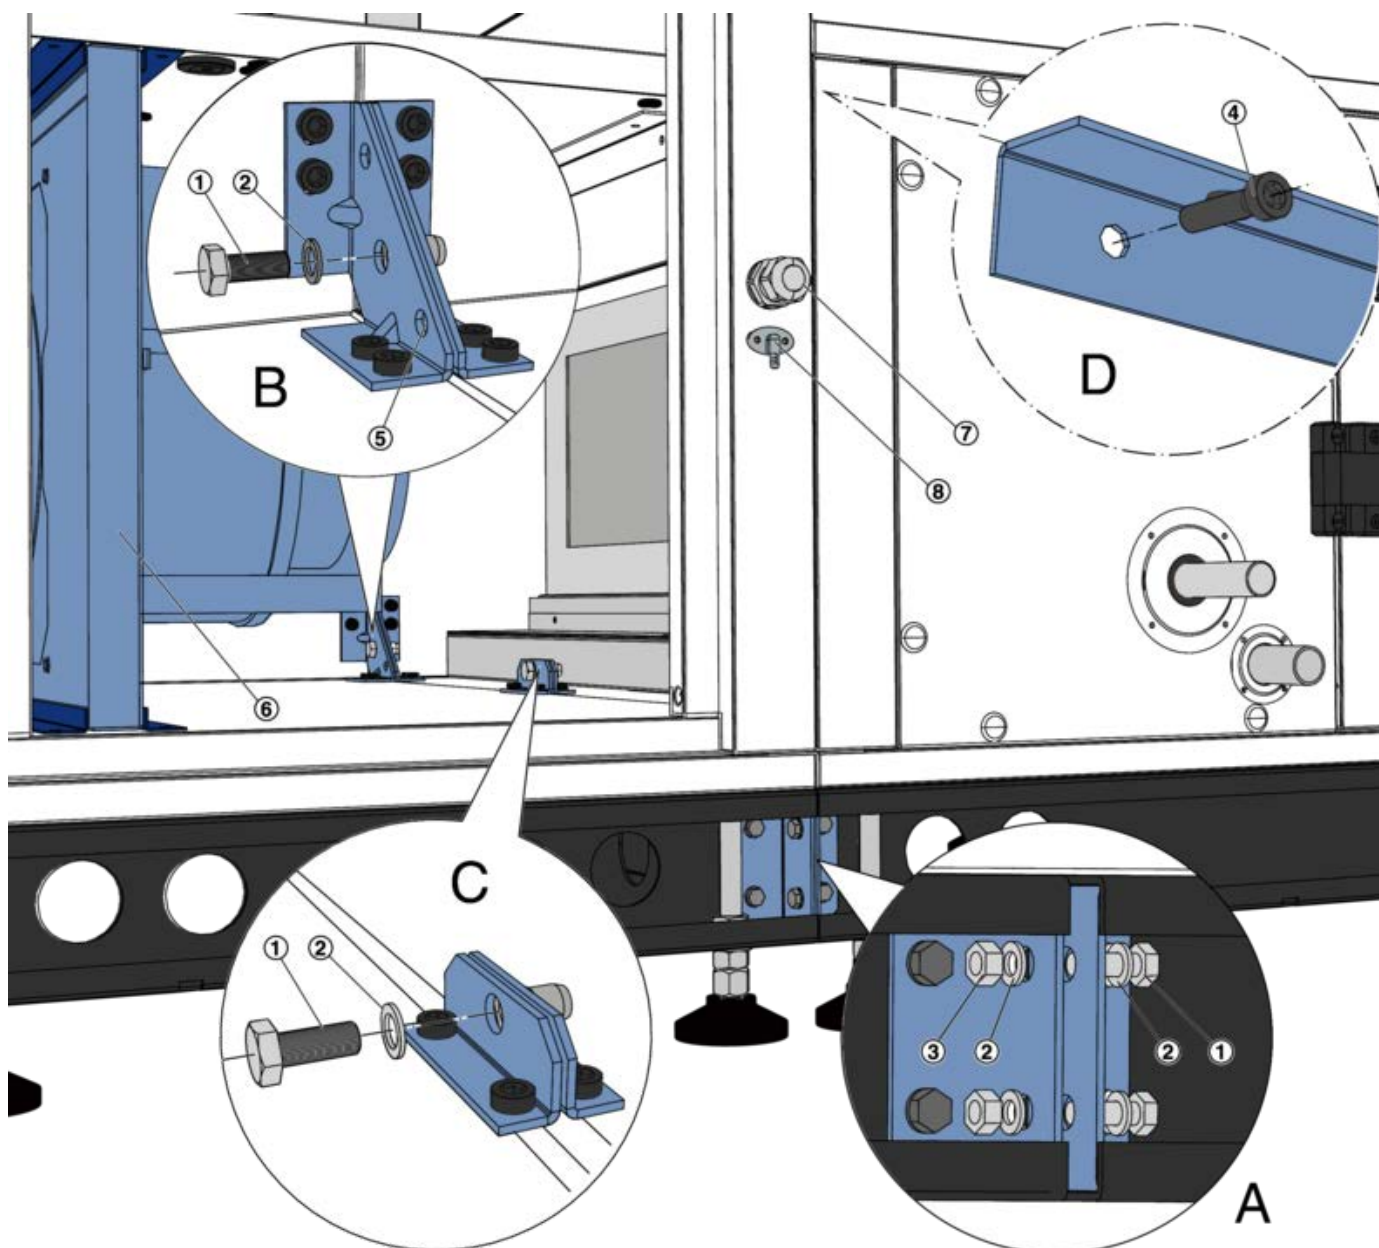

Fig. 19: Fijación del módulo accesorio
1. ▶ Coloque el módulo accesorio de forma que los orificios de los puntos de fijación queden enrasados (Fig. 19).
- Caras extremas de los bastidores de base (Fig. 19 /A)
- Placas de refuerzo, en cada esquina (Fig. 19 /B)
- Soporte (Fig. 19 /C)
- Soporte (Fig. 19 /D)
Tamaños R015 - Para una mejor accesibilidad a los puntos de conexión, la placa de montaje del ventilador a R050 (Fig. 19 /6) puede extraerse completamente.
3. ▶ Conecte el módulo de accesorios a la toma de tierra; utilice para ello el tornillo de cabeza hexagonal (Fig. 19 /1) situado en la placa de refuerzo inferior del lado de funcionamiento.
7. ▶ Conecte el punto de medición de presión (no en el paquete de suministro) a la línea de aire de suministro detrás del módulo accesorio, y conecte la manguera (paquete de suministro: 5 m) a la boquilla de conexión (Fig. 19 /6); para más información, consulte ↪ *Capítulo 5.5.3 «Conexión de accesorios » en la página 48* .